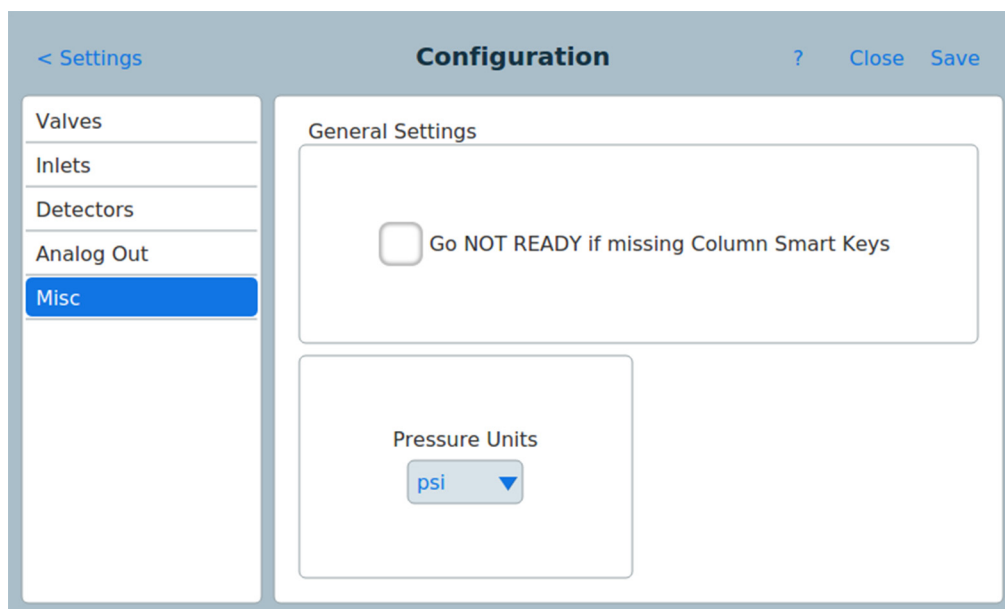

Figura 61 Página de otros parámetros
- 3 Pulse el tipo de dispositivo **Misc** en la lista de la izquierda de la página. Las propiedades del tipo de dispositivo seleccionado aparecerán en el lado derecho de la página. Consulte Figura 61.